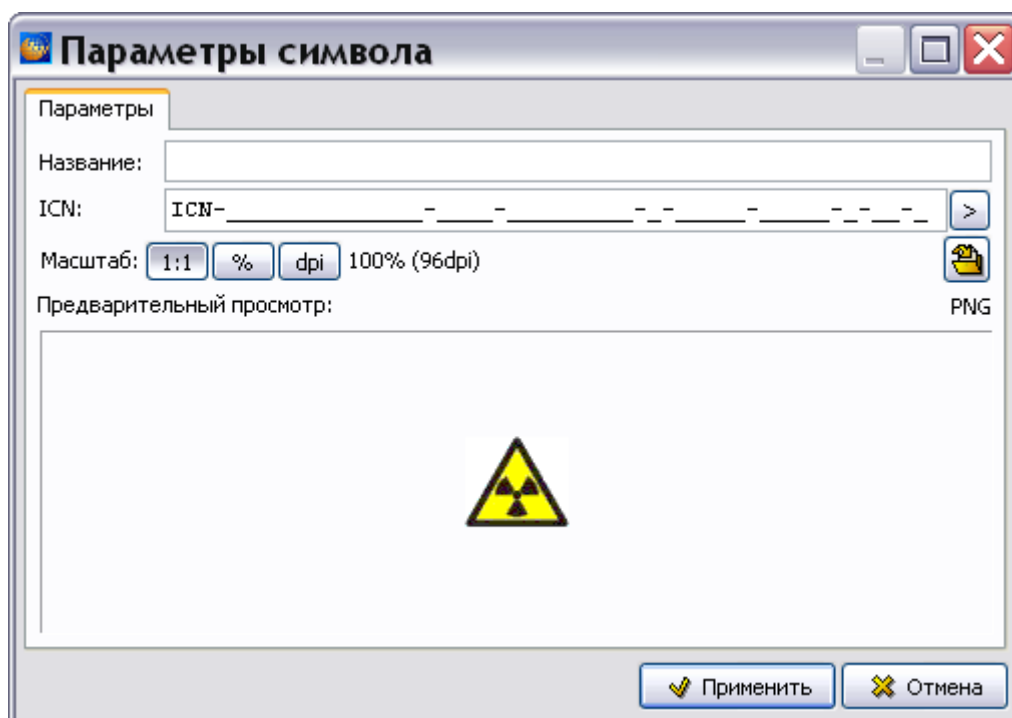

Рис. 5.25
3. В появившемся окне **Параметры символа** отредактируйте значения масштаба и разрешения (DPI) так же, как делали это при вставке графического символа из файла (Рис. 5.25).